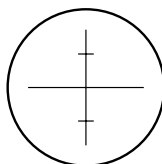

図 4.6
- 1) ピープサイト②を使って、対物レンズ③を、目標物に向けます。
- 2) 接眼レンズ⑬を徐々に引き出しながら、焦点板十字線がぼける寸前で止めます。(図 4.6)